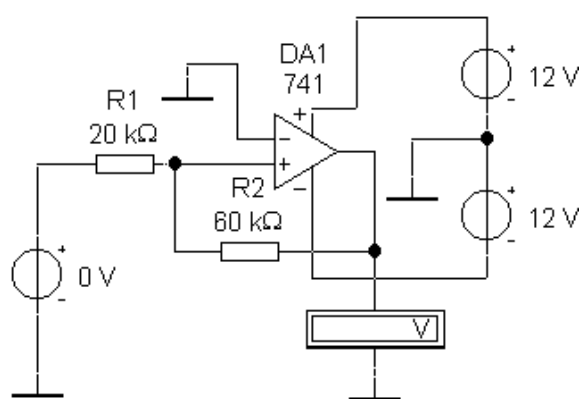

Рис. 5.15. Принципиальная схема инвертирующего усилителя на ОУ
5.4.2. Для снятия передаточной характеристики ОУ с ООС в схеме инвертирующего усилителя, соберите схему, приведенную на рис. 5.15. Повторите измерения п. 5.4.1. Постройте передаточную характеристику на том же графике и определите коэффициент усиления и рабочий диапазон входных и выходных напряжений. Сделайте выводы.